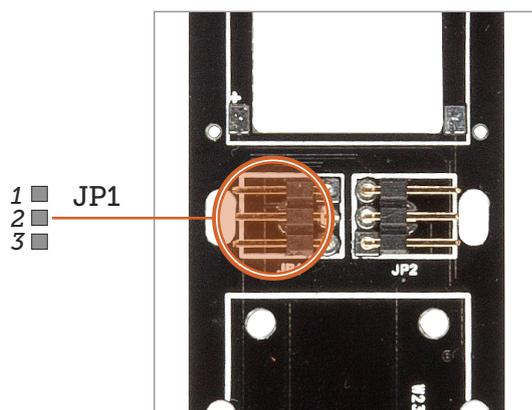

figura 5
10. I ponticelli JP1/JP2 determinano il funzionamento delle luci rosse di marcia. Nella posizione di default è previsto il funzionamento delle luci in modalità standard controllate dal tasto F0. (vedi figura 5/6).